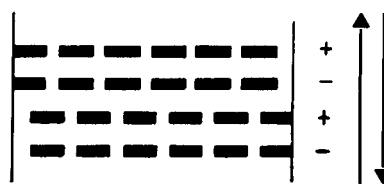

Fig. 2
- Cuando se prevé la disposición en tresbolillo, corra lateralmente los portaescobillas por pares de líneas (mismo número de escobillas + y - en una misma hilera) (fig. 2).